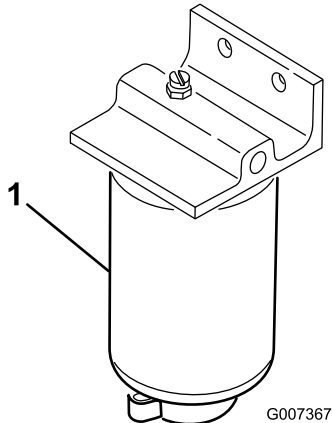

図 34
1. 燃料フィルタの下に汚れのない容器をおく (図 34)。